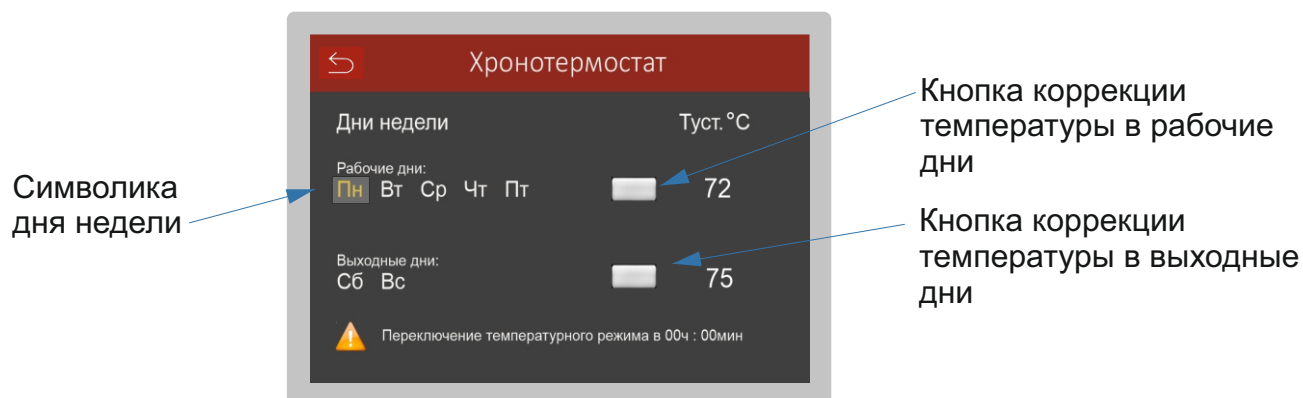

Рис.16
6.7.3 Переключение режимов осуществляется нажатием на символику дня недели. Если ни один день недели не выделен (желтый цвет), контроллер выберет режим №1. При нажатии на любой день недели см. рис.16, контроллер перейдет в режим №2 - настройка по дням. Настройте требуемую температуру для каждого дня недели. Повторное нажатие выделенного дня недели отменит режим №2 и переведет хронотермостат в режим №1. Время активации функции 10сек.